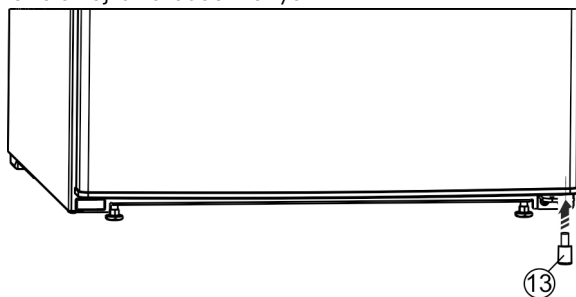

Fig. 26 *
- ▶ A távtartót Fig. 26 (13) helyezze vissza az ajtó jobb alsó részébe, mivel ez fontos a készülék stabilitásához.*